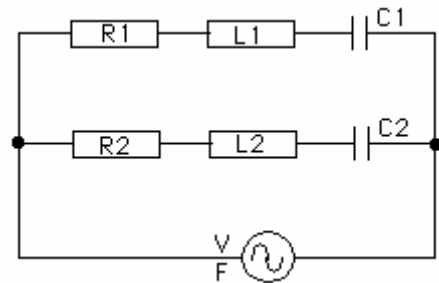

Figura 3
3. Con los datos del circuito de la figura 3.